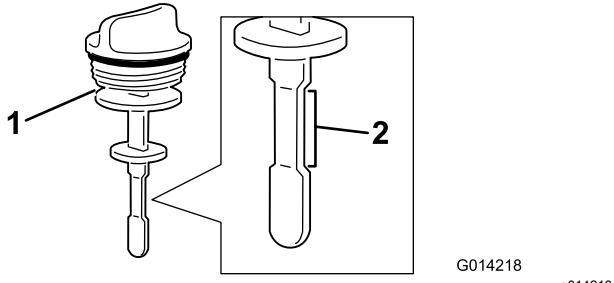

Figure 97
4. Ressortez la jauge et vérifiez le niveau de liquide (Figure 97).